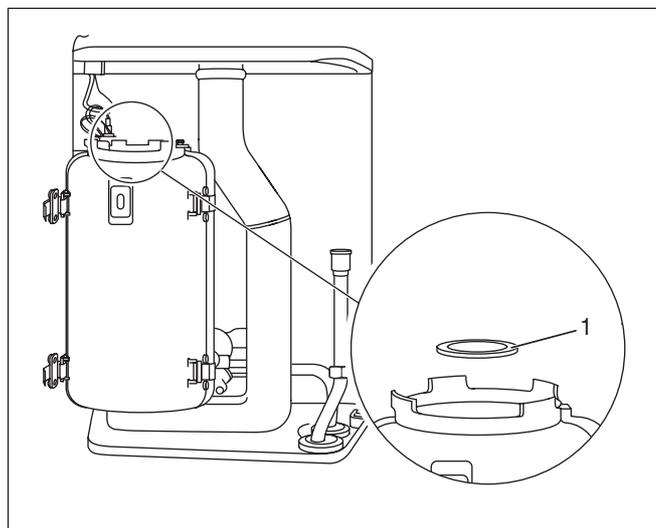

Abb. 37 Brennerdichtung entfernen
- Brennerdichtung entfernen (Abb. 37, Pos. 1).